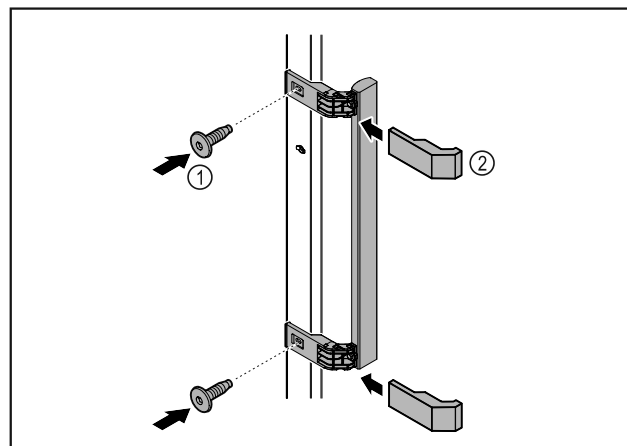

Fig. 3
- Szerelje fel az ajtóra a kilincset a csomagban található csavarok Fig. 3 (1) segítségével.
- Helyezze fel a fedelet Fig. 3 (2).